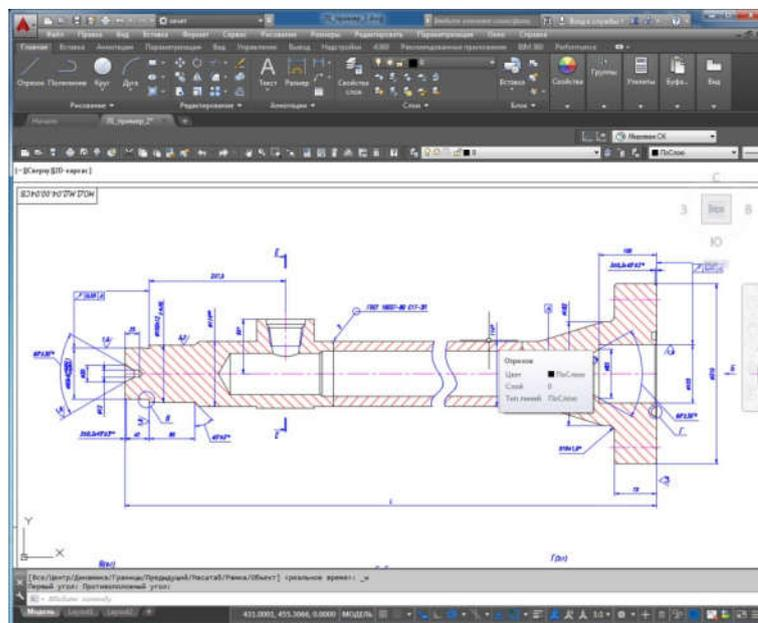

Рис.6. Схема налаштування зображення на екрані
13. За допомогою команд ПАНОРАМУВАННЯ та ЗУМУВАННЯ налаштуйте зображення на екрані аналогічно рис.6.